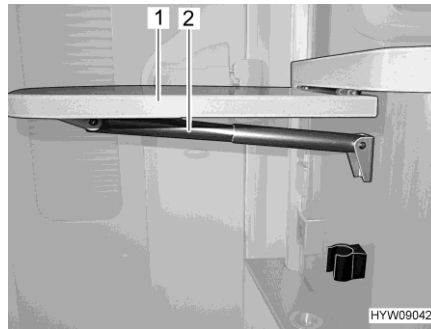

Bild 93 Klappbord till köksbänk
- Ta tag i klappbordet till köksbänk (Bild 93,1) undertill och dra det lätt ur spärrläget.
- Fäll upp bordsskivan tills teleskopfästets (Bild 93,2) fixering aktiveras. Släpp bordsskivan.